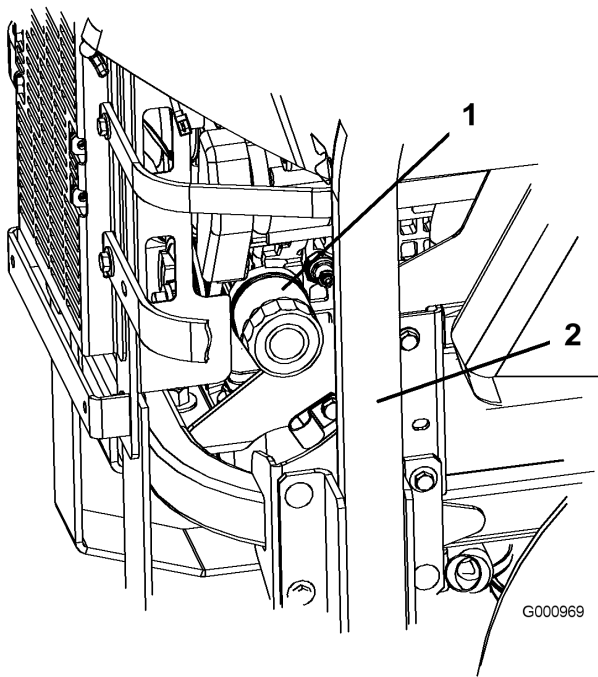
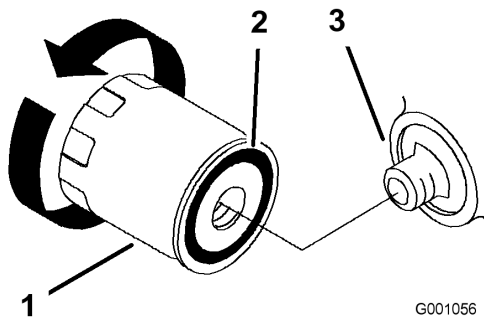

Bild 36
Bild 37
2. Drehen Sie den Filter zum Entfernen nach links (Bild 36 und Bild 37).